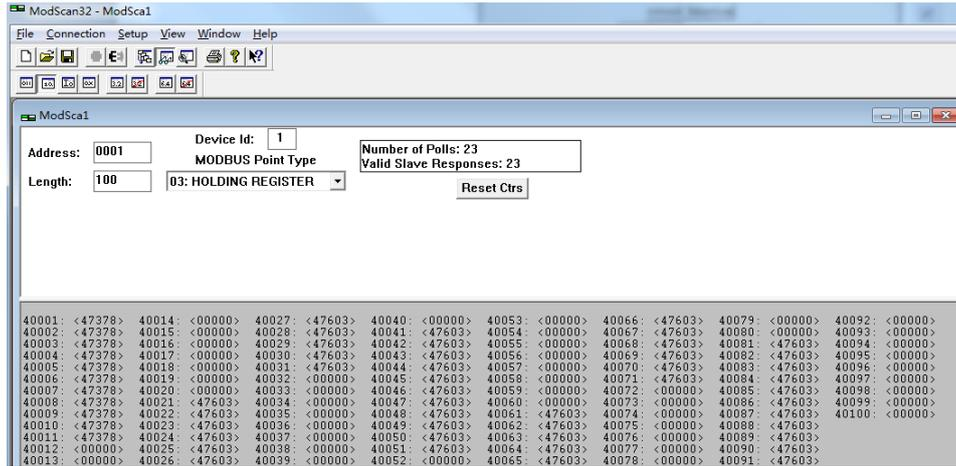

图 2
4. 子窗口数据区显示 400001~400100 的 16 进制数据，其对应于欧姆龙 CP 系列 PLC 的寄存器 CIO0 到 CIO100 的数值，如图 2 所示。